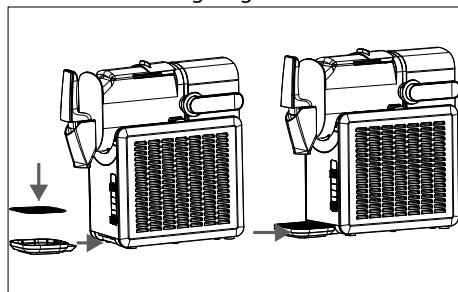

Abb. 4 – Gerät zusammensetzen
- ▶ Setzen Sie das Abtropfgitter auf die Auffangschale und schieben Sie die Auffangschale unter das Gerät, bis sie einrastet (**siehe Abb. 4**).